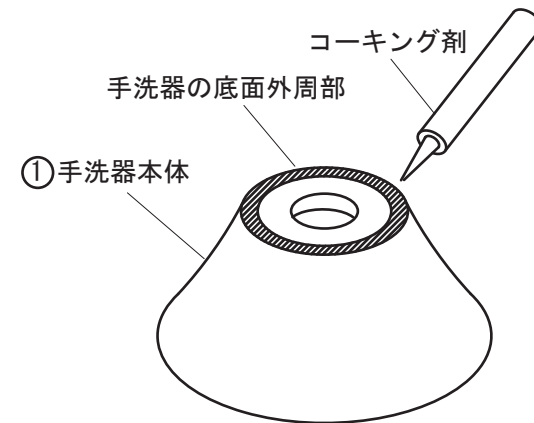

図2
2) ①手洗器本体の底面外周部にシリコン系コーキング剤を塗布します。(図2参照)